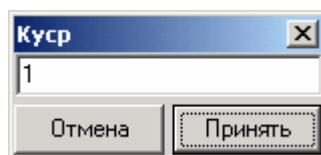

Рис. 20. Окно редактирования коэффициента усреднения уровня.
3. в окне (рис. 20) ввести требуемый системный адрес и нажать кнопку **Принять**.